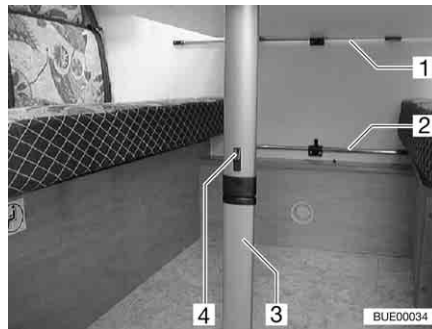

Bild 62 Hängbord med vikbart ben
- Skjut spärren (Bild 62,4) mot bordsskivan.
- Fäll upp den nedre delen av benet (Bild 62,3) 90°.
- Haka ur hängbordet ur den övre bärskenan (Bild 62,1).
- Haka fast hängbordet i den nedre bärskenan (Bild 62,2) och ställ ned det på bordsbenets led.